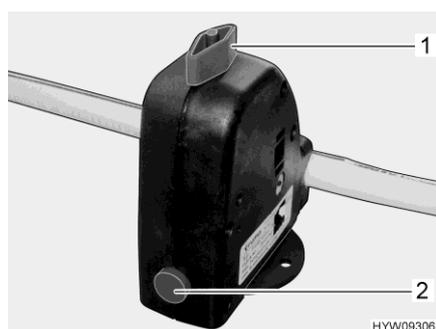

Fig. 58 Valve de sécurité et de vidange (chauffe-eau)
Le chauffe-eau est équipé d'une valve de sécurité et de vidange (Fig. 58). La valve de sécurité et de vidange empêche que l'eau ne gèle dans le chauffe-eau lorsque le chauffage n'est pas allumé en cas de gel.
- Fermer la valve de sécurité et de vidange. Tourner pour cela le bouton rotatif (Fig. 58,1) dans le sens transversal par rapport à la valve de sécurité et de vidange et enfoncer le bouton-poussoir (Fig. 58,2).
- Ouvrir la valve de sécurité et de vidange. Tourner le bouton rotatif (Fig. 58,1) dans le sens longitudinal par rapport à la valve de sécurité et de vidange. Le bouton-poussoir (Fig. 58,2) ressort. Le chauffe-eau est vidé à l'extérieur par le biais de la valve de sécurité et de vidange.